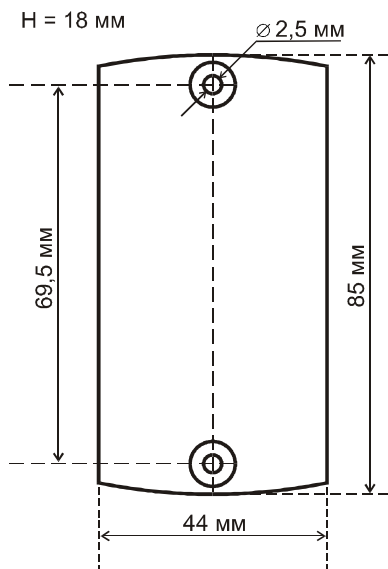

Рис. 1
- 1) Разметьте и просверлите отверстия для крепления под размер отверстий считывателя (рис.1).